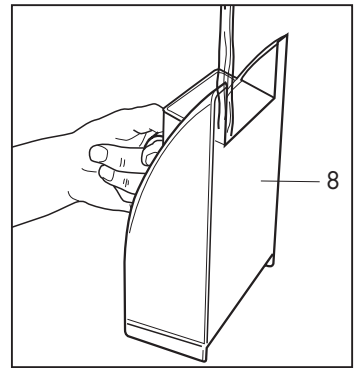

Abb. 2
- Den Behälter mit maximal 1 Liter frischem Wasser füllen. **(Abb.2)**